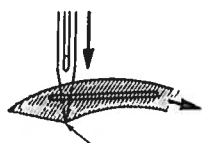

fig. 4
- Controllare che la punta dell'ago, nella sua corsa discendente, collimi con lo spigolo inferiore del crochet (fig. 4).